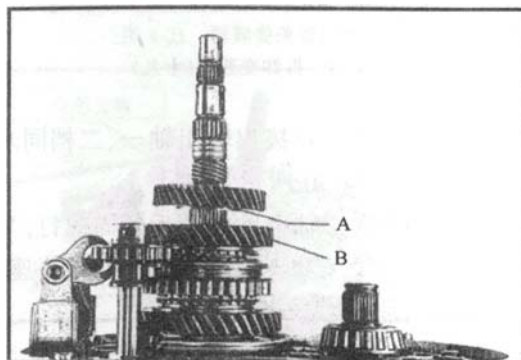

图 4-35 安装变速器（四）
(4) 装入二档、三档从动齿轮的滚针轴承、同步环及齿轮。装三档从动齿轮时，有凸台侧朝向二档从动齿轮，如图 4-35 所示。